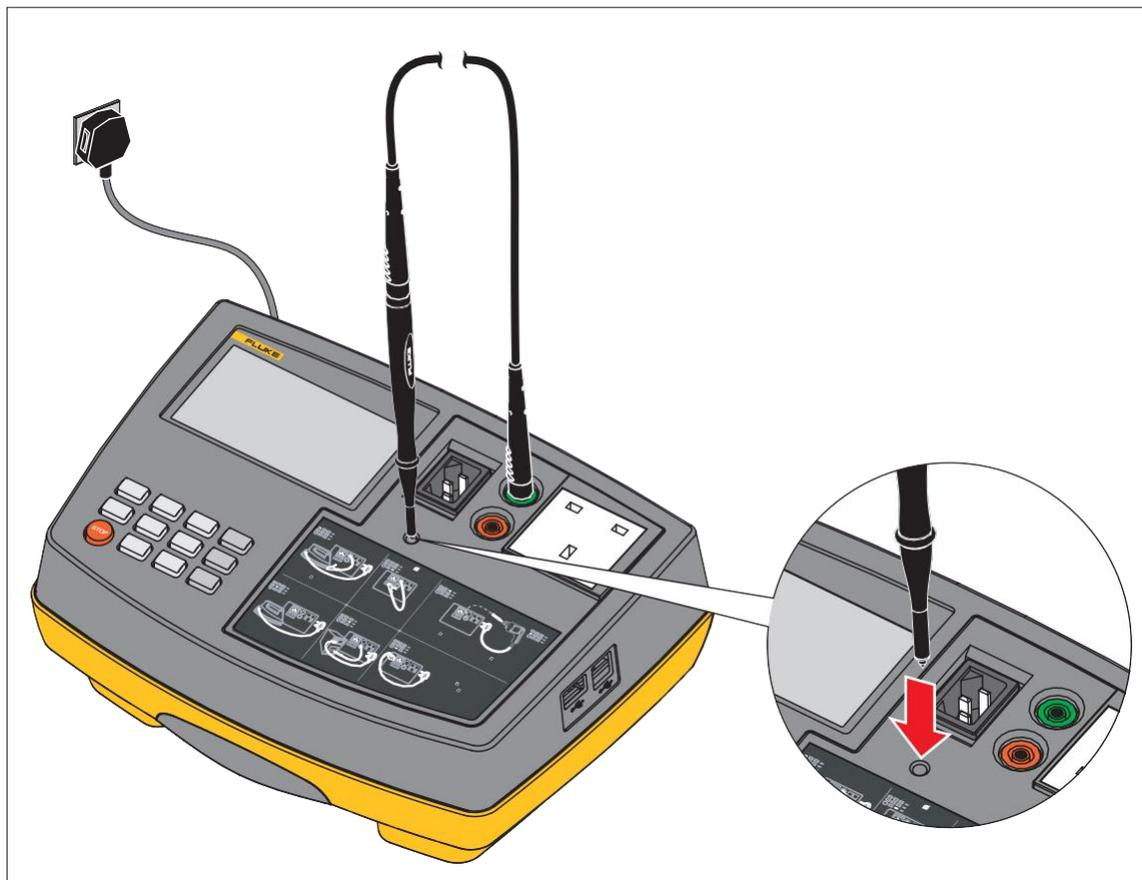

图 1 接地调零连接
1. 将探头连接至测试线，并将测试线插头插入至接地连接(EARTH BOND)插座，参见图 1。
- 如要进行接地测试，并获得正确的接地测试结果，则必须调零测试导线，参见图 1。
如果发出两声蜂鸣音，表示接地连接测试导线未调零(LCD 上未显示∅ 符号)。必须调零测试线，参见图 1。